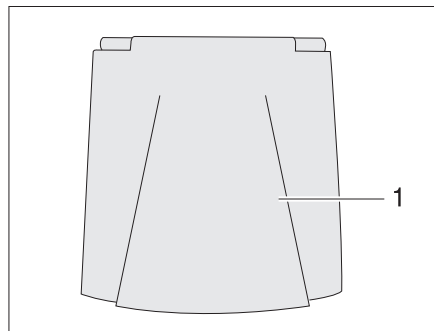

Fig. 33 Tapa de cierre para el tubo de llenado de combustible
- Abrir la tapa de cierre (Fig. 33,1).
- Introducir la llave en el cilindro de cierre (Fig. 33,3) y girar en sentido contrario a las agujas del reloj.